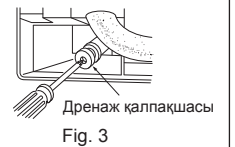

Fig. 3
- 4) Дренаж қалпақшаны ішкі блоктың артқы бөлігіндегі төлке құбыршек бекітетін секцияға орнатыңыз. (Fig. 3)